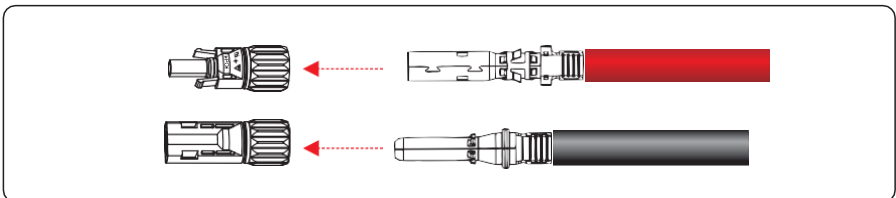

Figura 5.12 Conexión de los conectores positivos y negativos
**Paso 3** Inserte los cables de alimentación positivo y negativo unidos a los conectores positivo y negativo correspondientes hasta escuchar un clic, tal como se indica en la figura 5.12.